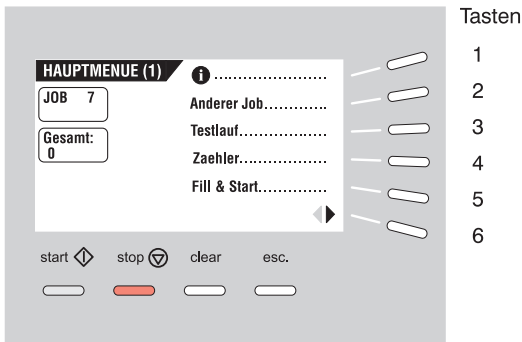

Abb. 9
Die Maschine kann mit dem Geräteschalter A ein- und ausgeschaltet werden. Nach dem Starten erscheint im Display HAUPTMENÜE (1) (siehe Abb. 9).